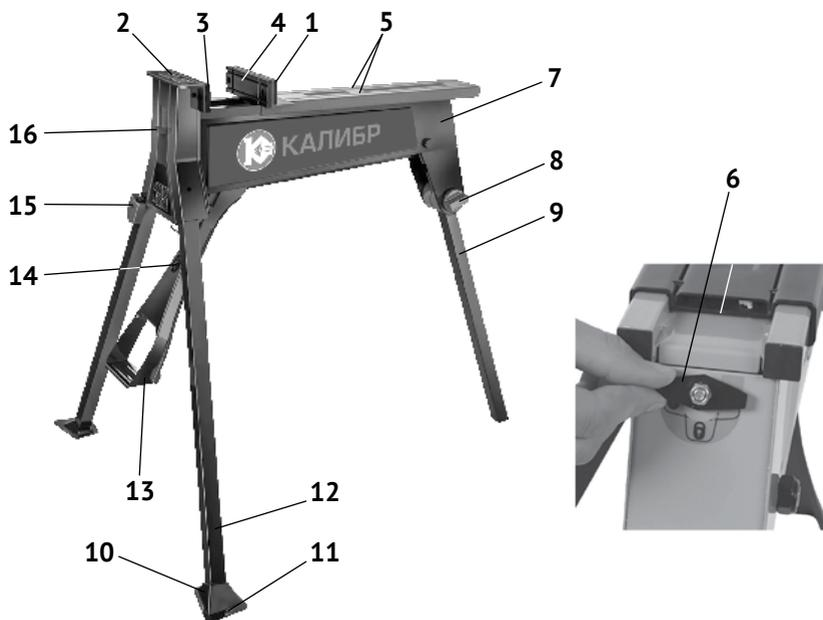

рис. 1
- повернуть передние опоры (рис.1 поз.4) вокруг оси крепления, до
блокировки (рис.1 поз.16) в положении «разблокировано» а стопор подвижной губки (рис.1 поз.6) в вертикальном положении «закрёт», во избежание её выскальзывания.
*необходимо закрепить передние опоры на полу (дюбелями, болтами, саморезами), используя отверстия (рис.1 поз.11) в основании опор.*